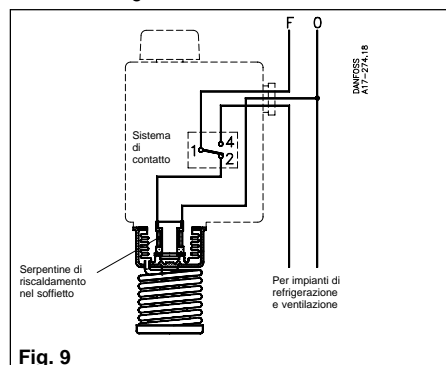

Fig. 9
L'attacco terra (38) deve essere collegato a massa. RT 4 con elemento riscaldante nei soffietti (N° di Codice 017-5037) dovrà essere collegato come indicato alla fig. 9.